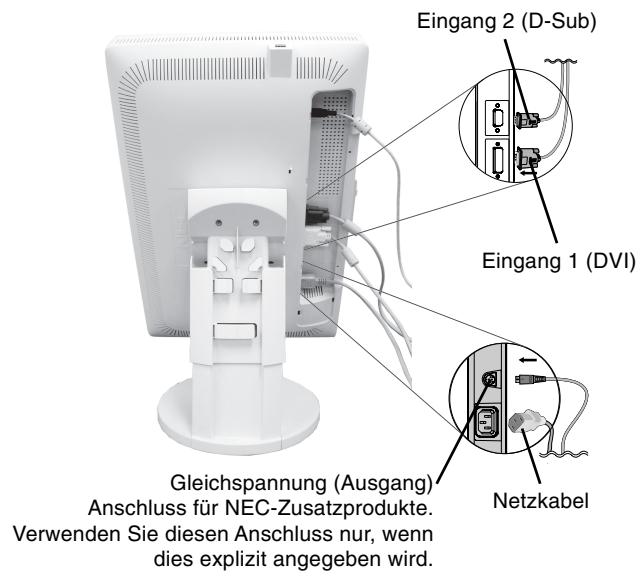
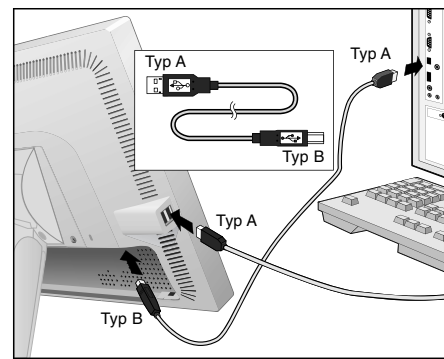

Abbildung C.4
Abbildung C.4a
6. Verbinden Sie alle Kabel mit den entsprechenden Anschlüssen (**Abbildung C.4**). Verbinden Sie den Anschluss des Typs B mit dem USB-Upstream-Port auf der hinteren rechten Seite des Monitors und den Anschluss des Typs A mit dem Downstream-Port am Computer (**Abbildung C.4a**). Wenn Sie das Kabel eines USB-Geräts verwenden können, müssen Sie es in einen der Downstream-Ports an der Seite des Monitors einstecken.